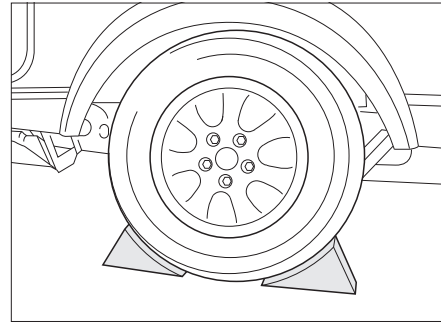

Fig. 181 Bloquer le véhicule
- Placer des sabots de freins ou autres objets similaires contre la roue d'en face pour bloquer le véhicule (Fig. 181).